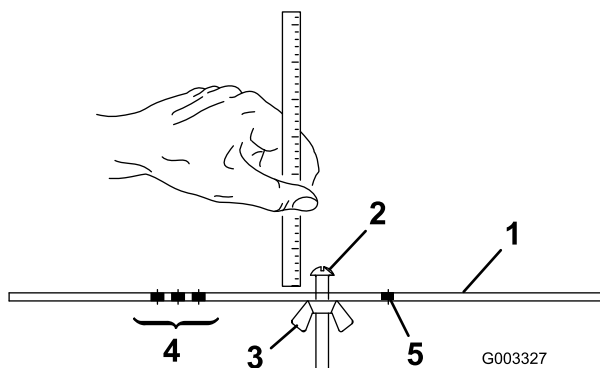

**Figure 18**
1. Desserrez les contre-écrous qui fixent les bras de hauteur de coupe aux plaques latérales du plateau de coupe (Figure 18).